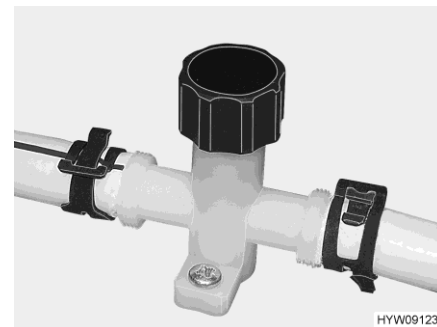

Fig. 102 Robinet de vidange (conduite d'eau)
- Ouvrir tous les robinets de vidange (Fig. 102).